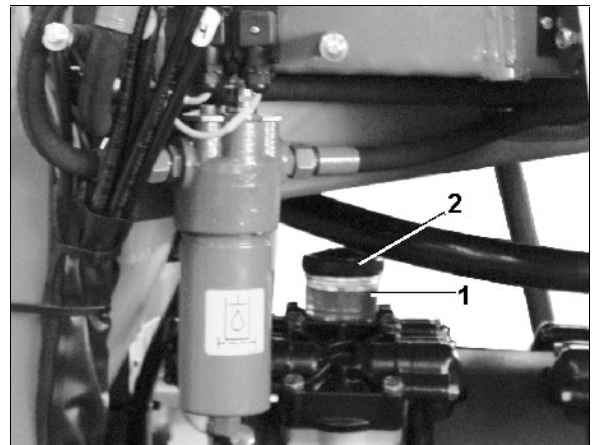

Fig. 192
1. Kontrollera att oljenivån är vid markeringen (Fig. 192/1) på siktglaset då kraftuttaget är urkopplat och sprutan står vågrätt.
2. Demontera locket (Fig. 192/2) och fyll på olja om oljenivån ej syns vid markeringen (Fig. 192/1).
2. Demontera locket (Fig. 192/2).
5. Vrid pumpaxeln växelvis åt höger och vänster och fyll långsamt på ny olja. Korrekt oljevolym är påfylld då oljenivån når upp till markeringen (Fig. 192/1) på siktglaset.